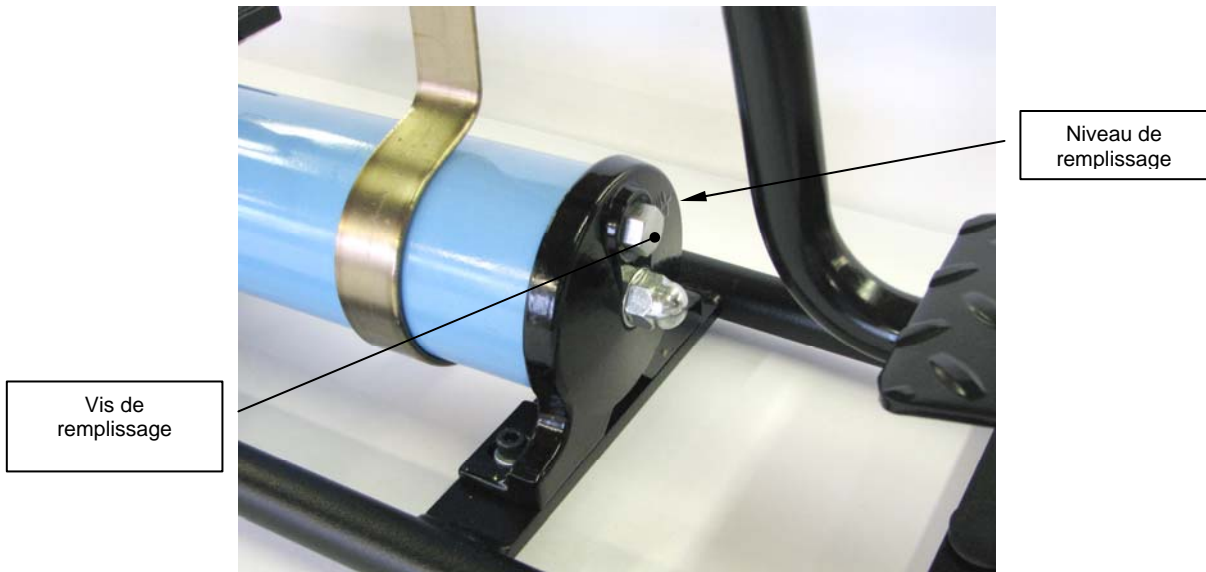

Figure 8
1. Fermez le clapet de décharge en le tournant dans le sens des aiguilles d'une montre, comme indiqués Figure 8.